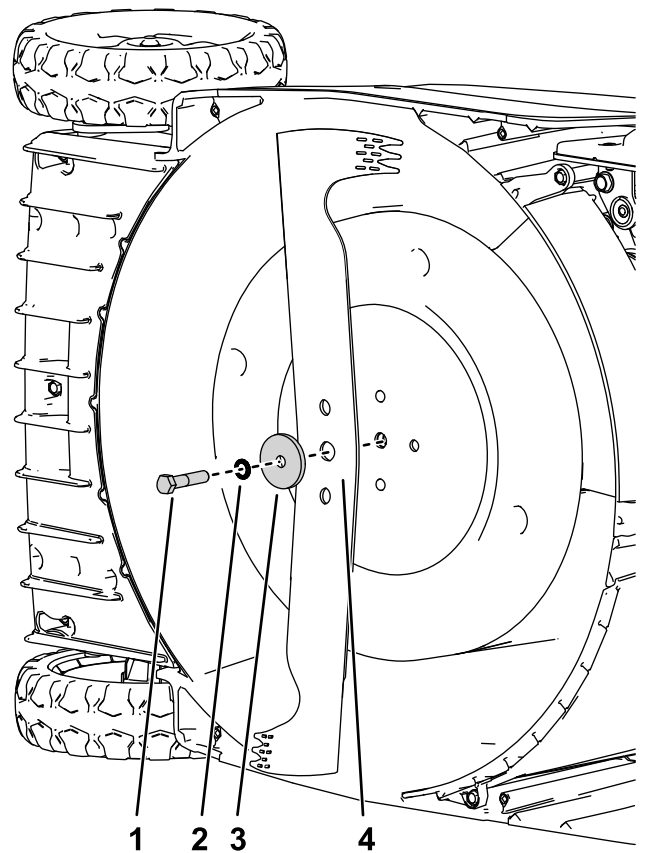

Figura 29
4. Montate la nuova lama usando la bulloneria di montaggio (Figura 29).